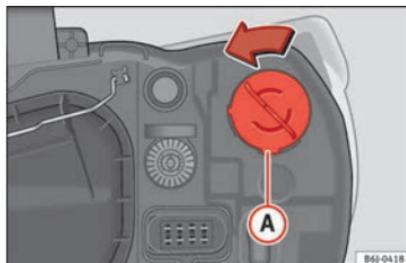

Abb. 175 Blinklicht im Halogen-Scheinwerfers
- Lampenträger » Abb. 175 (A) nach links drehen und ziehen.